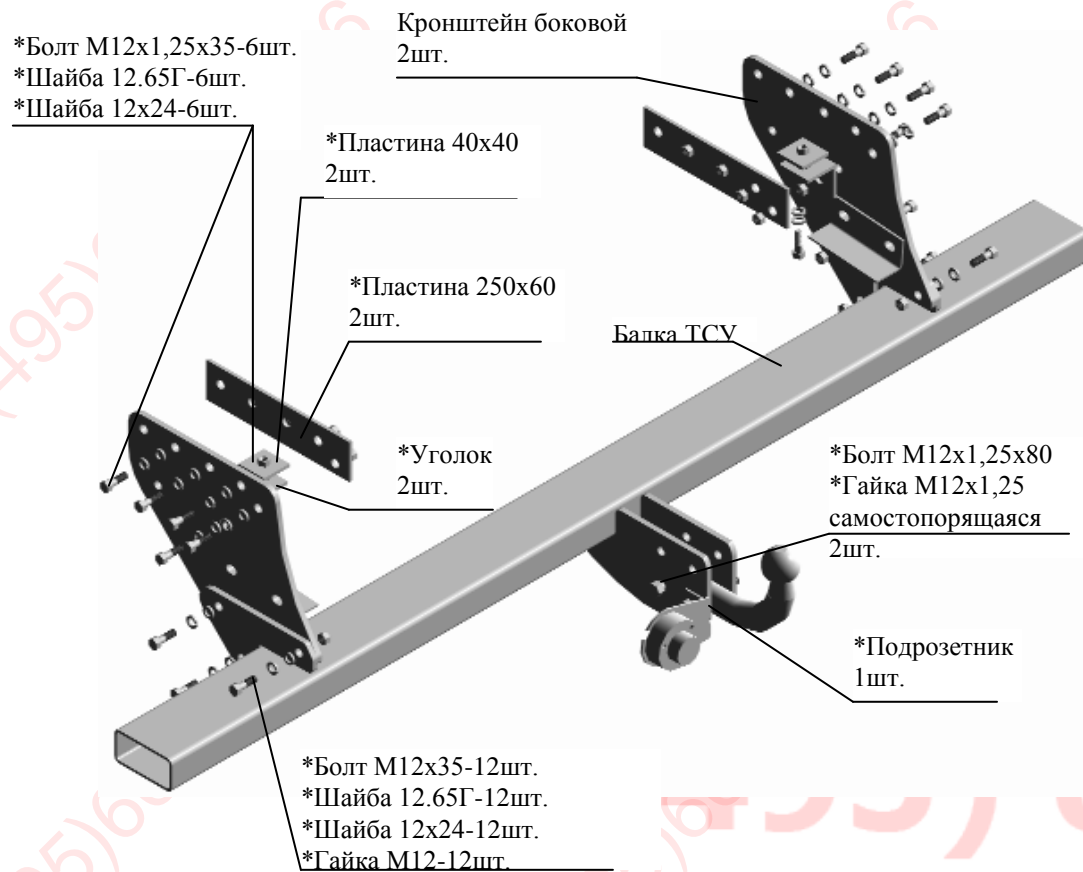

Рис.1 Тягово-цепное устройство 7110Эж
2.1 ТСУ 7110 в сборе (рис.1)	1 шт.
2.2 Пакет с комплектующими (см. рис.1)	1 шт.